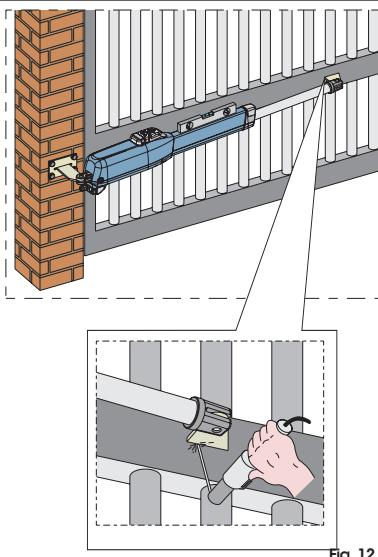

Fig. 12
- 9) Fermer le vantail et, en maintenant l'opérateur parfaitement horizontal, déterminer le point de fixation de la patte antérieure (Fig.12).
10) Fixer provisoirement la patte antérieure avec deux points de soudure (Fig.12).